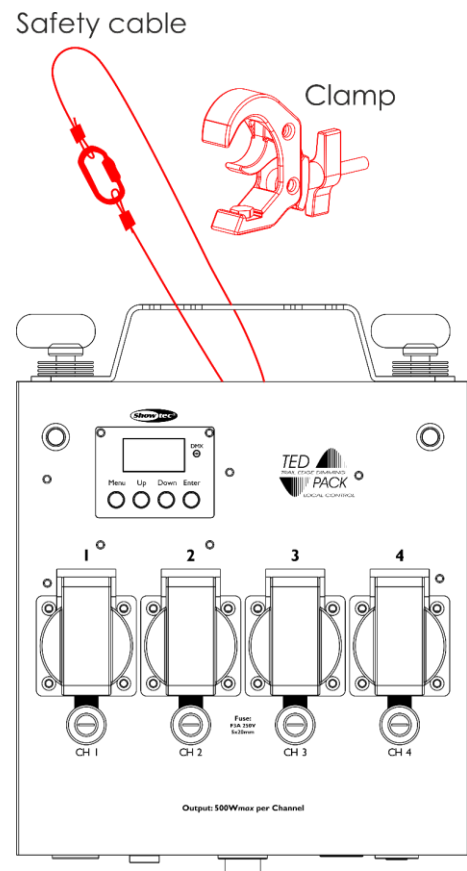

Abb. 09
- 02) Bringen Sie die Halbkupplung wie in Abb. 09 an. Verwenden Sie nur eine Halbkupplung, die dazu geeignet ist, das Gerät an einer Traverse zu befestigen.
- 04) Sichern Sie das Gerät mit einer Sekundäraufhängung, z. B. einem Sicherheitskabel. Stellen Sie sicher, dass die Sekundäraufhängung das 10-fache Gewicht des Geräts tragen kann. Wenn möglich, sollte die Sekundäraufhängung unabhängig von der Primärhalterung an der Tragstruktur befestigt werden. Führen Sie das Sicherheitskabel durch den **Sicherheitsring (17)** wie in Abb. 09 gezeigt.